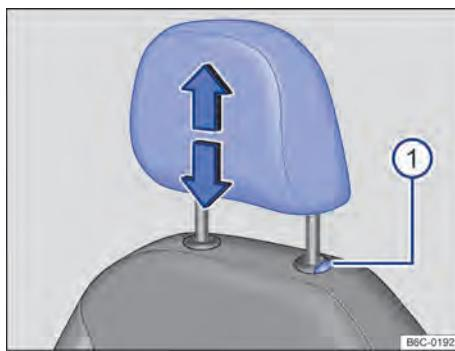

Fig. 68 Apoio para cabeça dianteiro: desinstalar.
- Retirar o apoio para cabeça com o botão → Fig. 68 ① pressionado.
- Empurrar o apoio para cabeça totalmente para baixo com o botão → Fig. 68 ① pressionado.